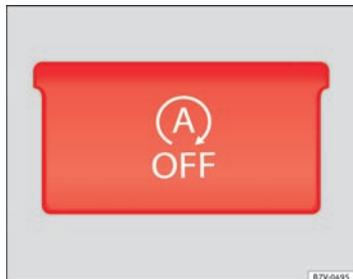

Fig. 140 Détail de la console centrale : touche pour le fonctionnement Start-Stop.
- Appuyez sur la touche  de la console centrale => fig. 140.